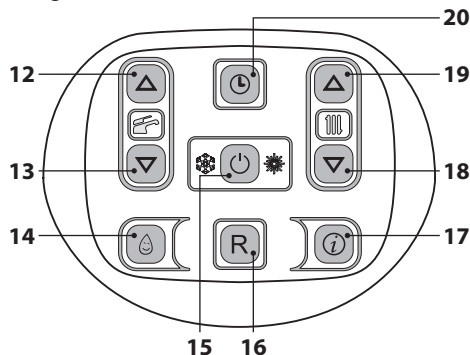
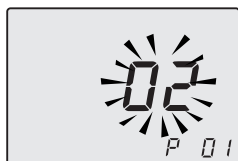

Figura 5.46
Figura 5.47
- Entrare in "modalità programmazione" premendo contemporaneamente per 10 secondi i tasti 15 - 18 - 19 (Figura 5.46) fino a far apparire sul display LCD le lettere **P01** e il valore del parametro, indicanti l'entrata nel "parametro 01" (Figura 5.47).
- Premendo il tasto 15 (Figura 5.46) si ottiene la conferma del valore inserito.
Comunque se la temperatura ambiente non dovesse essere confortevole si può aumentare o diminuire la temperatura di mandata dell'impianto riscaldamento di $\pm 15^{\circ}\text{C}$ agendo sui tasti 18 (diminuzione) e 19 (aumento) (Figura 5.46).